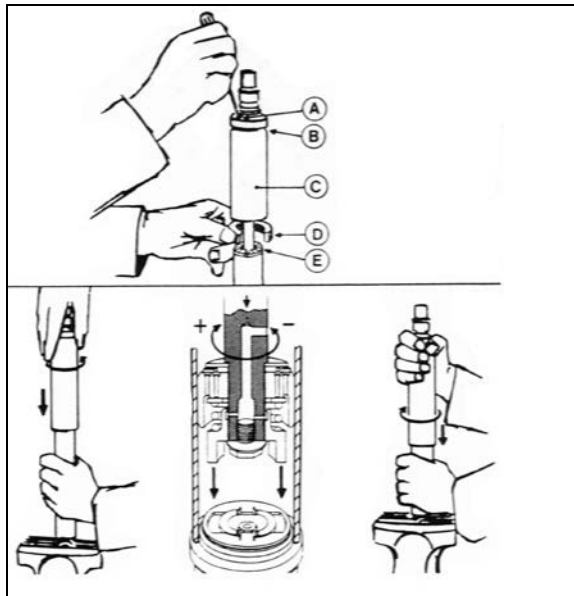

FIGURE 23 : AMORTISSEUR
Pour régler la vitesse du cycle d'ouverture et de fermeture sur l'amortisseur (Figure 23) :
2. Fermer complètement l'amortisseur tout en pivotant lentement le capot pare-poussière ou la tige piston dans le sens antihoraire jusqu'à sentir que les cames de l'écrou de réglage entrent dans les encoches de l'ensemble du clapet (Figure 23).
À la figure 23, s'il y a une échancrure (B) sur le capot pare-poussière (C) et que le capot possède deux trous (A), l'amortisseur est ajusté avec du caoutchouc pare-choc (D). Si tel est le cas, étendre complètement l'amortisseur et insérer une barre ronde ou un tournevis dans les trous. Pousser la butée en caoutchouc vers le bas et la retirer. Enlever la bague fendue en plastique (E) (le cas échéant) de la tige piston.
Si une butée de caoutchouc avait été installée, la remettre dans le capot pare-poussière. En fermant complètement l'amortisseur, la butée se placera dans la partie supérieure du capot pare-poussière. Remettre en place la bague fendue en plastique (E) (Figure 23).